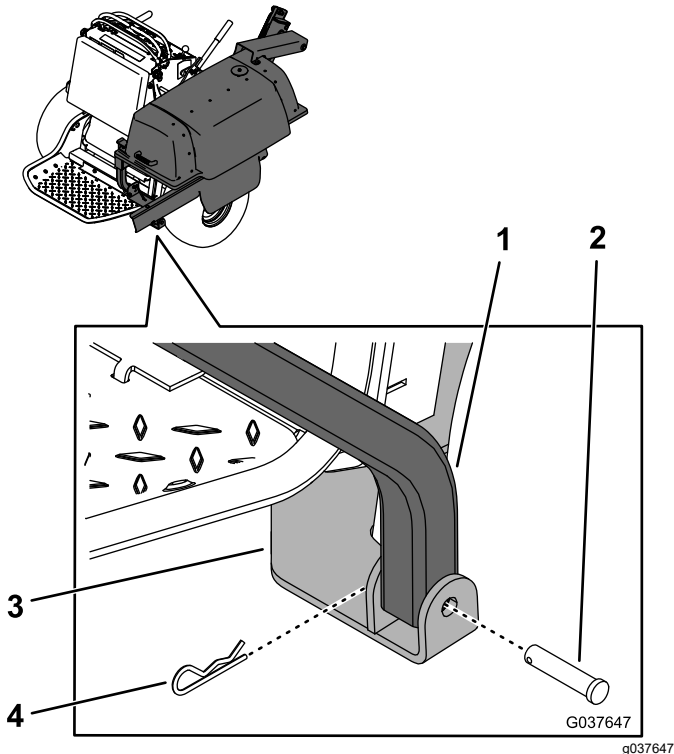

Figure 13
1. Avec l'aide d'une autre personne, soulevez le cadre du système de ramassage et fixez le côté inférieur arrière du cadre au support inférieur à l'aide d'un axe de chape et d'une goupille fendue (Figure 13).